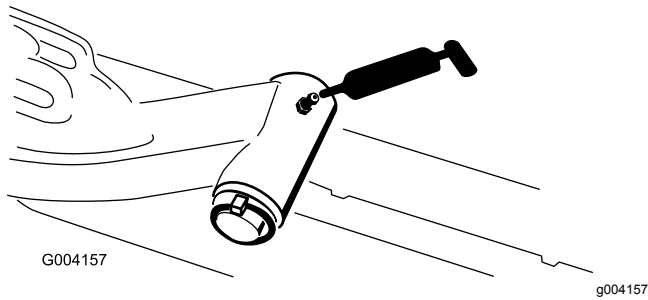

Figura 46
- Albero del perno del braccio di sollevamento (1 cad.) (Figura 46)